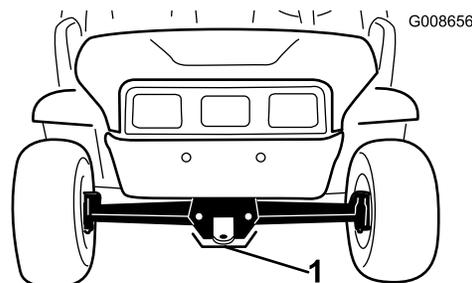

図 25
- 車両前部のジャッキアップポイントは、牽引トングの後ろのフレーム前部です 図 25。